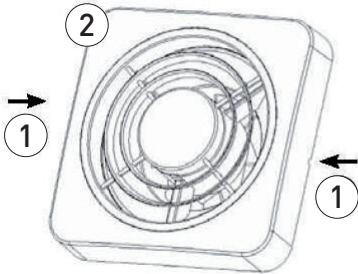

Fig. 8
1. Débranchez le couvercle [2] du porte-moteur en appuyant sur les trous latéraux [1] à l'aide d'un petit tournevis (fig. 8).